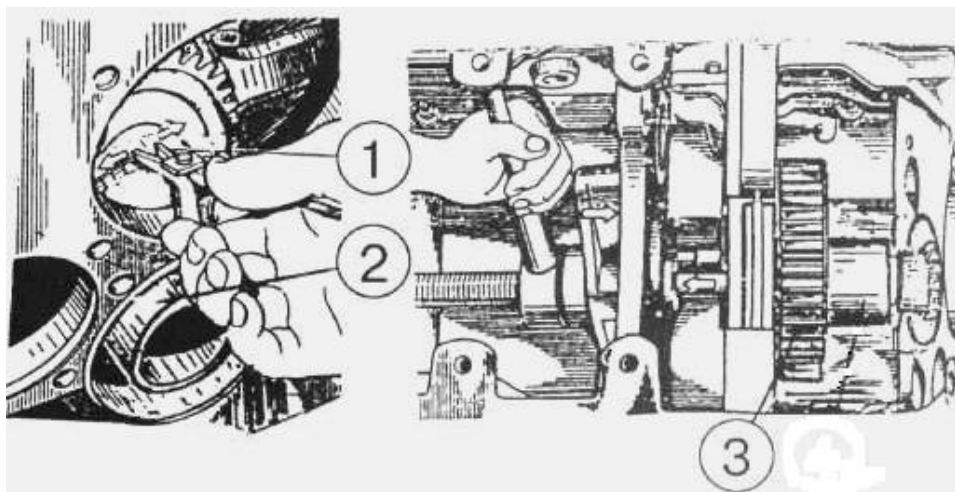

Рисунок 4.65
6) снимите стопорное кольцо (1) (рисунок 4.65), выбейте вал (2), извлеките шестерню (3);